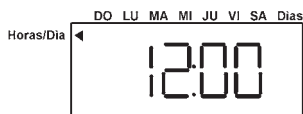

fig.12
2. Con los pulsadores  $\downarrow\uparrow$  visionar el reloj para visualizar la hora corriente (fig.12)